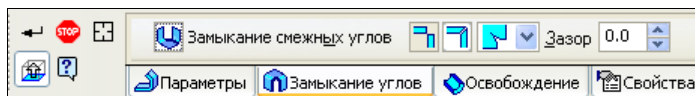

Рис. 22.18. Панель свойств: Сгиб по эскизу
- ◆ выйдите из режима Эскиз и вызовите команду **Сгиб по эскизу** . На Панели свойств: Сгиб по эскизу четыре вкладки (рис. 22.18). На вкладке **Параметры** введите следующие параметры:
- ◆ откройте вкладку **Замыкание углов** (см. рис. 22.18). На этой вкладке с помощью переключателя **Замыкание смежных углов** настройте замыкание углов на стыках ребер: **Плотное замыкание**;